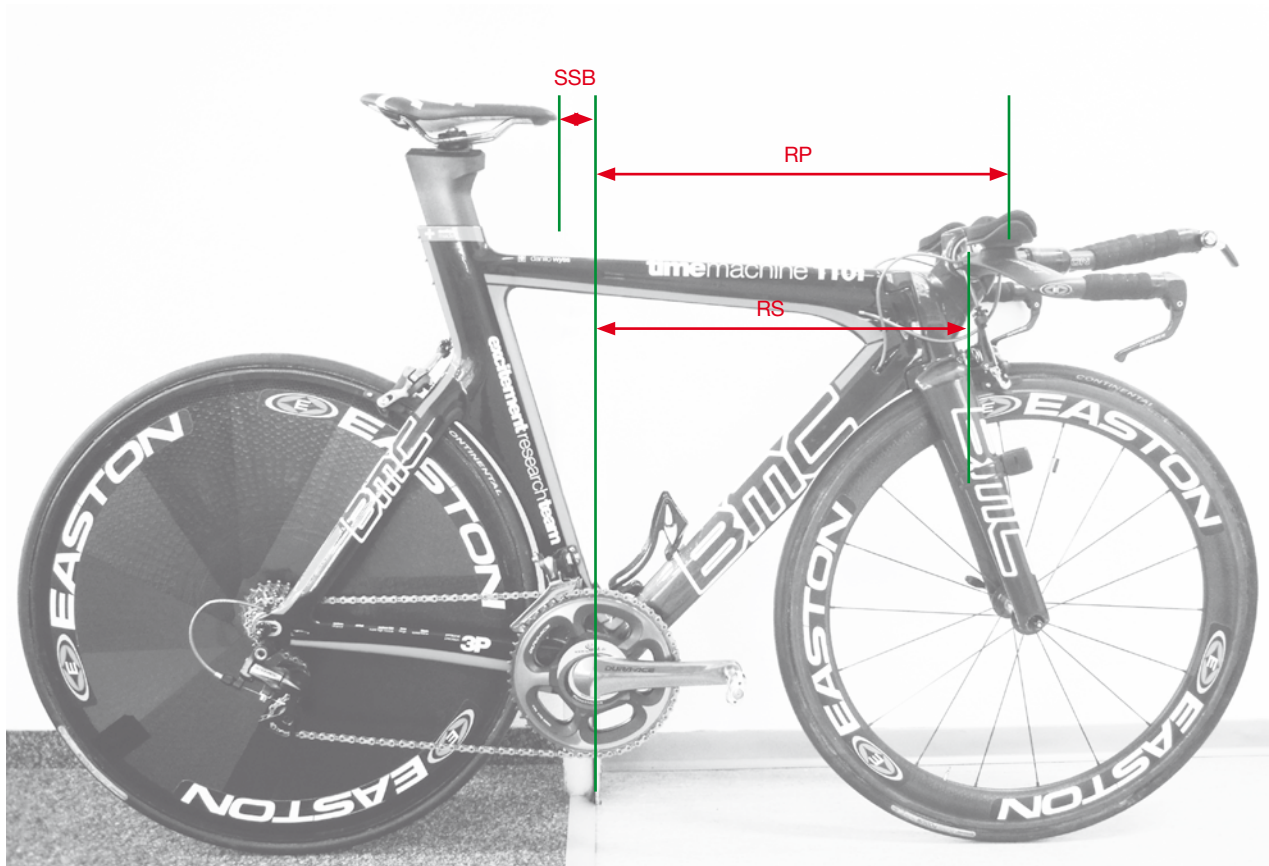

Figure 5
- Distance verticale entre le sol et la surface d'appui des bras (SP).
- Distance verticale entre le sol et le centre du guidon ou de la potence (SS).
- Distance horizontale entre la ligne verticale et le centre des appuis bras (RP).
- Distance horizontale entre la ligne verticale et le centre du guidon (RS).
- Distance horizontale entre la ligne verticale et la pointe de la selle (SSB) (Figure 5).